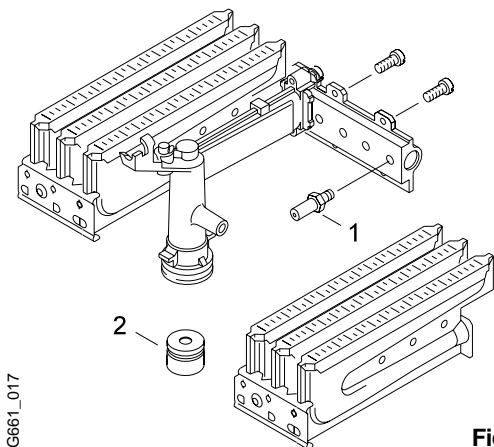

Fig. 5
A sua implantação deverá obedecer ao indicado na Fig. 5. Se utilizar um tubo de evacuação dos gases de combustão rígido, este deve ser introduzido no anel da chaminé. O diâmetro externo do tubo deve ser igual ao valor do diâmetro da chaminé, indicado na tabela com as dimensões do aparelho. Caso utilize um tubo flexível, este deve ser introduzido no exterior do anel da chaminé do aparelho. O diâmetro interno do tubo deve ser superior ao valor do diâmetro da chaminé, indicado na tabela com as dimensões do aparelho.
2. Desmonte o queimador e substitua os injectores (Fig. 5, pos. 1).
4. Substitua a anilha de estrangulamento (Fig. 5, pos. 2).